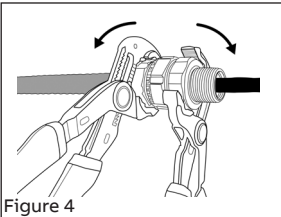

Figure 4
- Serrez l'écrou presse-étoupe jusqu'à ce que le joint soit scellé de manière appropriée ou au couple maximum (voir tableau). La garniture doit couvrir de manière uniforme la gaine extérieure du câble. Assurez-vous que le câble demeure centré afin d'obtenir une étanchéité optimale (Figure 4).